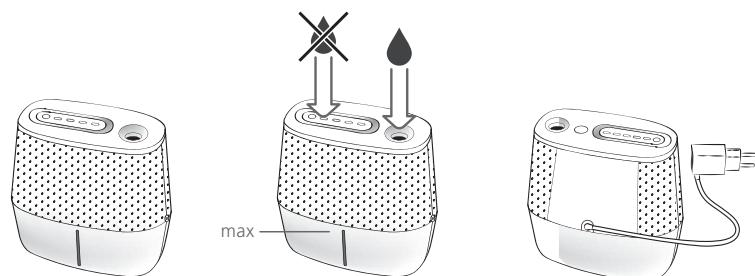

Рис. 2
- Наполните резервуар водой до уровня, не превышающего отметку max, через специальное отверстие на верхней части корпуса (см рис. 2). Температура воды не должна превышать 40 °C.